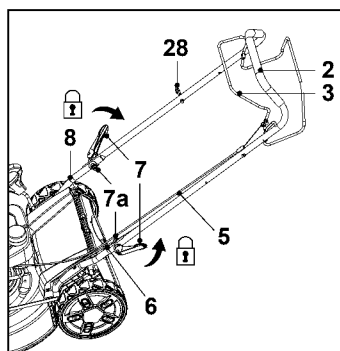

Рис. 2
4. Закрепите верхнюю ручку (2) на нижних планках ручки (8), сложив зажимные рычаги (7) в направлении планок ручки (2, 8). Если зажимной рычаг (7) не удаётся сложить, ослабьте его и снова сложите. Если она слишком ослаблена, сначала закрепите стопорную гайку (7a) подходящим гаечным ключом (размер: 13 мм), затем затяните ее, поворачивая зажимной рычаг (7) по часовой стрелке (рис. 2).
5. Убедитесь, что трос рычага включения самоходного режима (5) и тормозной трос (6) проходят по верхней стороне ручки (2, 8).
6. Убедитесь, что предварительно собранный крюк для рукоятки запуска (28) находится с правой стороны от вас (если смотреть с позиции оператора).